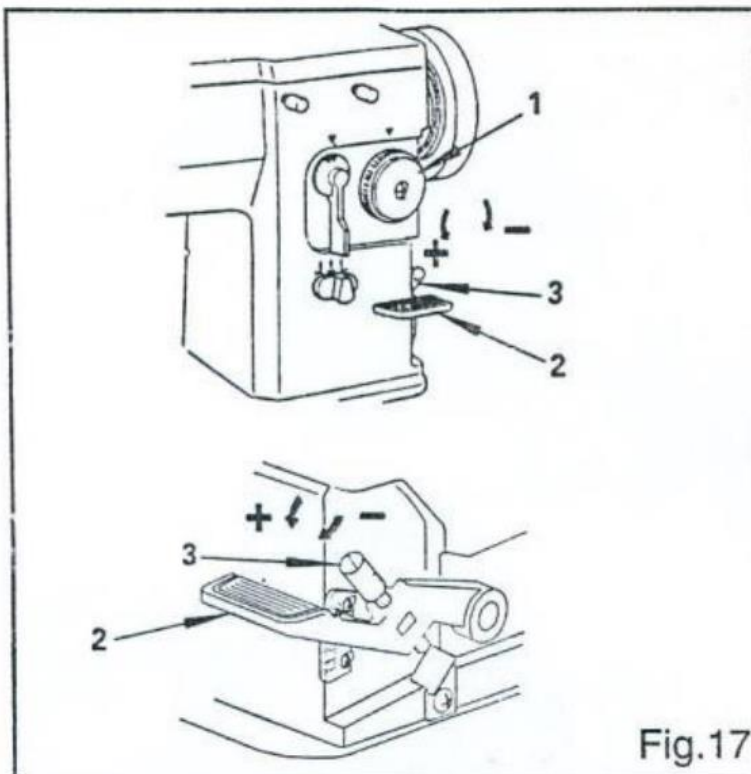

Fig.17.
**13. Регулировка длины стежка (Рис. 17)**